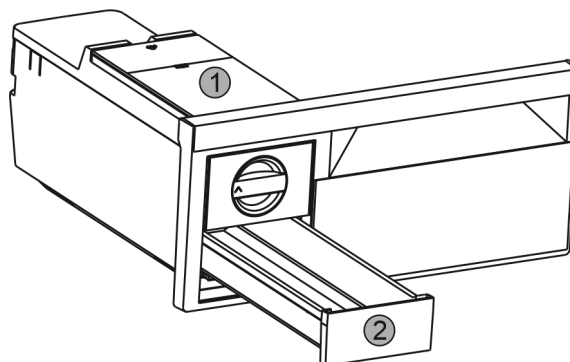

Fig. 27
- ▶ Watertank Fig. 27 (1) en ijsblokjeslade Fig. 27 (2) verwijderen.